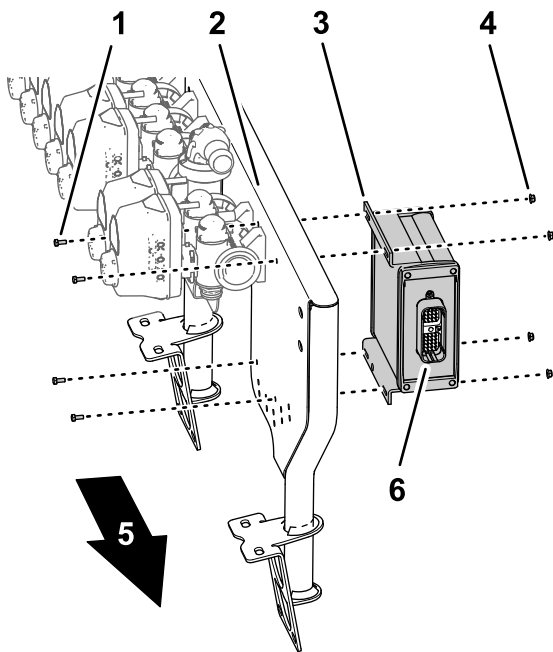

Figura 60
1. Alinee el controlador de fumigación con el lado delantero del soporte de las válvulas, orientando el conector de 40 pines hacia fuera (Figura 60).
- Monte el controlador de fumigación en el soporte de las válvulas (Figura 60) con los 4 pernos (4 mm x 10 mm) y las 4 contratuercas con arandela prensada (4 mm).